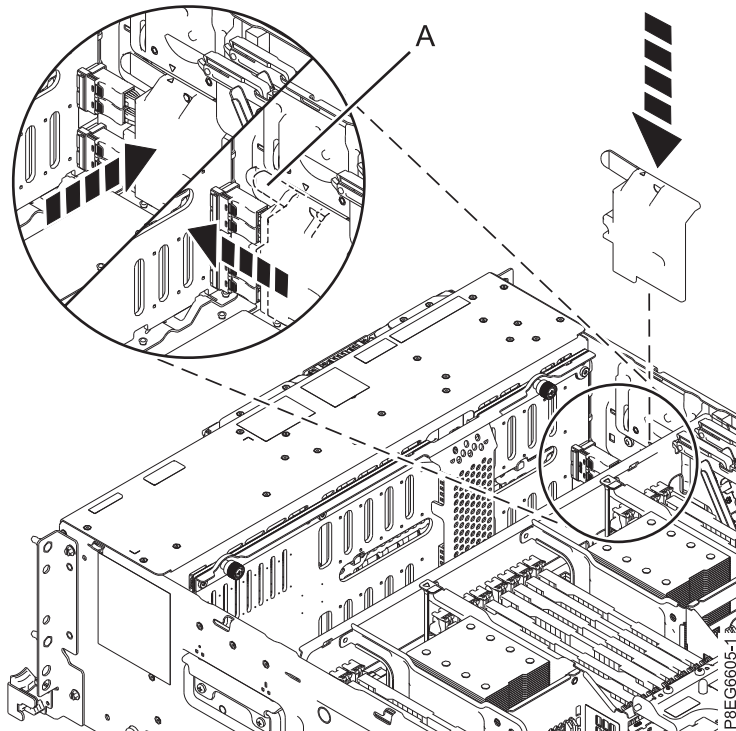

Figure 9. Remise en place du cache du câble SAS
8. Remettez le cache du câble SAS en place. Placez les câbles contre la partie latérale du châssis avant de remettre en place ce cache. Placez les emplacements du cache dans les broches situées sur le côté du châssis. Le symbole en forme de triangle situé sur le cache du câble SAS s'aligne avec celui qui se trouve sur le côté du châssis lorsque les emplacements du cache et les broches sont alignés correctement. Poussez le cache vers l'avant du système pour le verrouiller. Pour plus d'informations, voir figure 9, à la page 10.